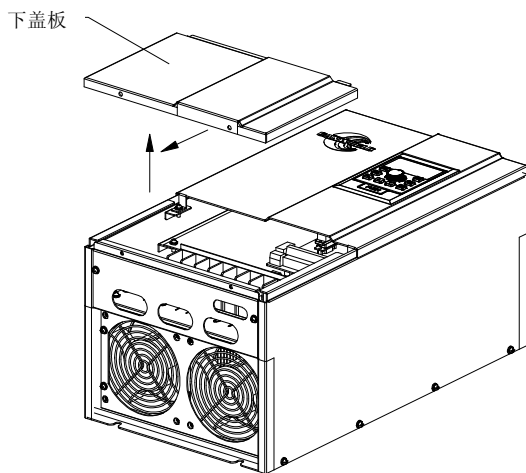

图 3-3 钣金外壳下盖板拆卸图
18.5kW 及以上 CDE300 系列变频器采用钣金外壳，钣金外壳下盖板的拆卸参见图 3-3。可用工具直接将下盖板的螺丝拧松即可。